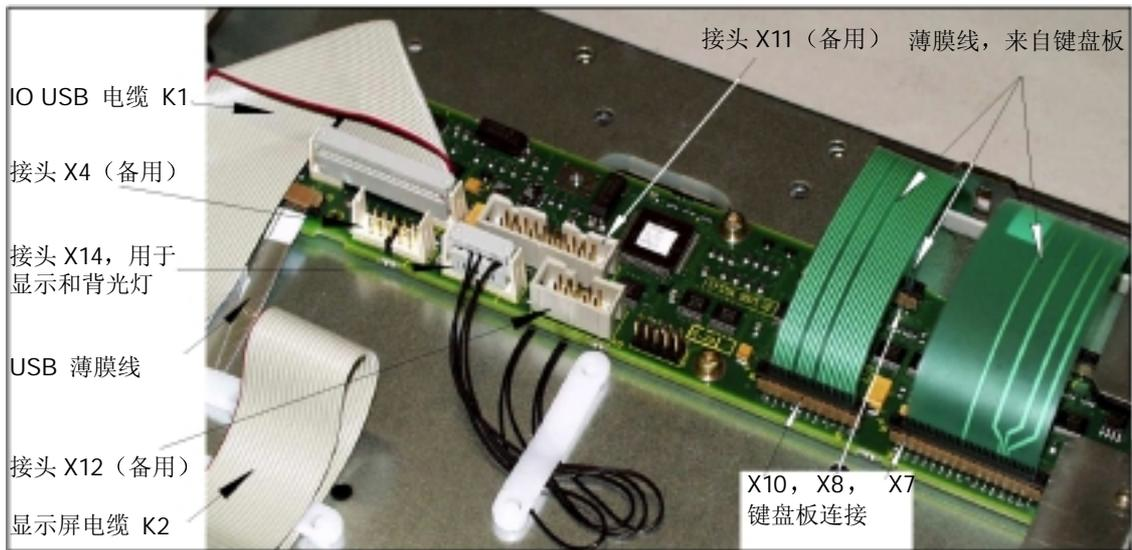
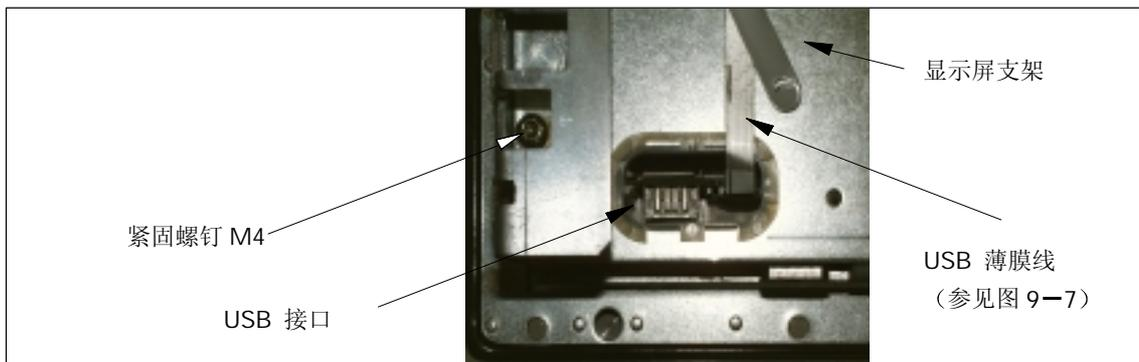

图 9-7 键盘控制器
图 9-9 从操作面板背面看 USB 接口
此时可以看到显示屏支架及键盘控制器（图 9-7），并可见安装板的断面和 USB 接口的背面（图 9-9）。
4. 松开 USB 连接电缆的薄膜连接（图 9-9），如同第 3 步中描述的一样。